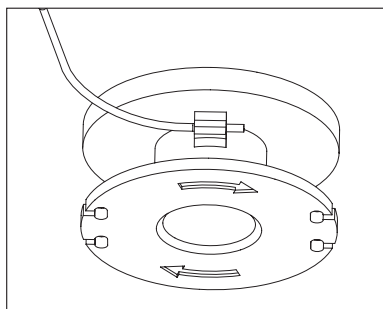

Fig. 34
2. Sujete firmemente el cabezal de corte (13) con una mano. Presione las lengüetas de bloqueo (13b) situadas en ambos lados del cabezal para retirar la tapa (13a).
7. Pase un extremo del hilo de corte nuevo (13d) a través del pequeño ojal presente en el carrete (13c) conforme a la dirección indicada por las flechas (Fig. 34).